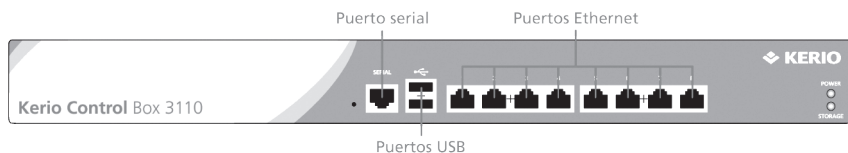

Figura 2 Kerio Control Box 3110 (parte frontal)
- Kerio Control Box, Serie 3000: dispositivo 1U para instalación en bastidor (véase la figura 2).